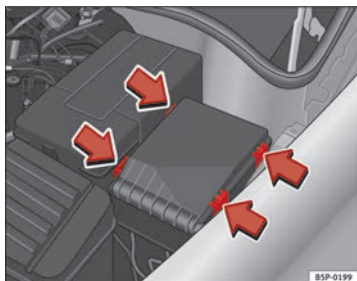

Abb. 185 Sicherungsdeckel im Motorraum
- Haken Sie den Sicherungsdeckel im Motorraum an den Laschen aus, indem Sie die Laschen zur Deckelmitte drücken ⇒ Abb. 185.